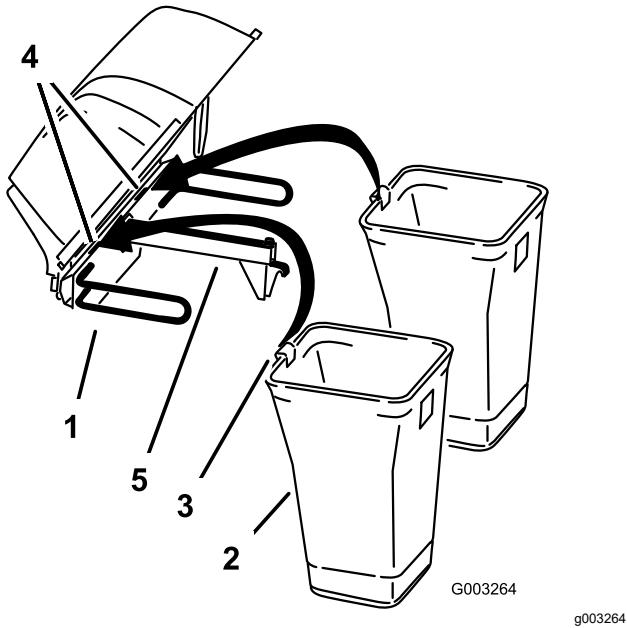
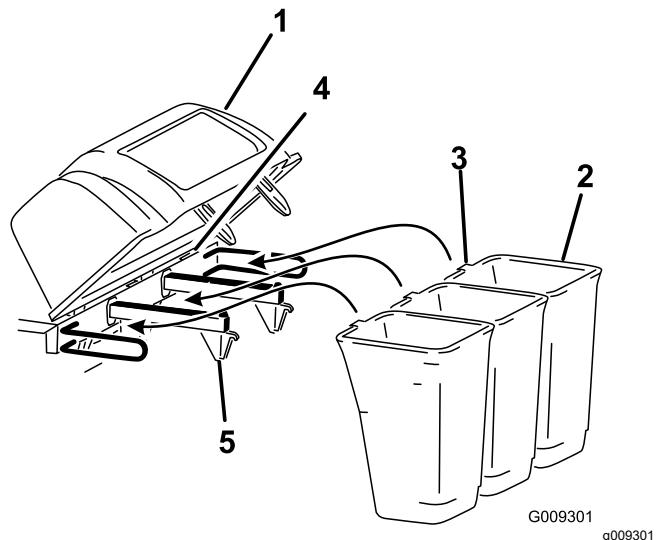

Bild 8
Bild 9
6. Setzen Sie die Grasfangkorb nase in die Kerbe in der Abdeckung ein (Bild 8 oder Bild 9).